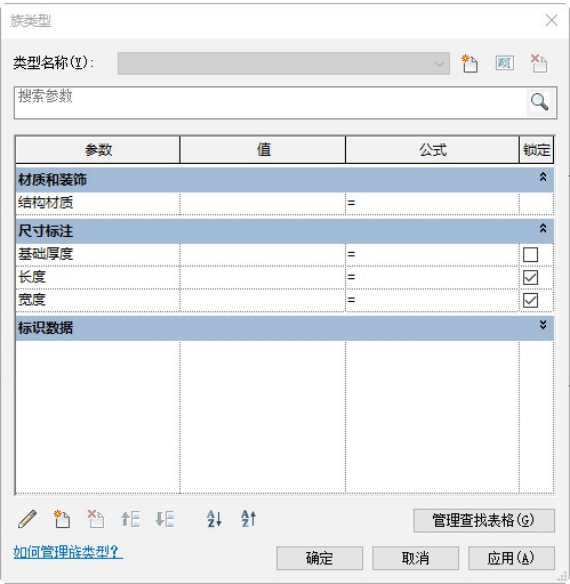

图 10-57 “族类型”对话框
10) 单击“创建”选项卡“属性”面板中的“族类型”按钮, 打开如图 10-57 所示的“族类型”